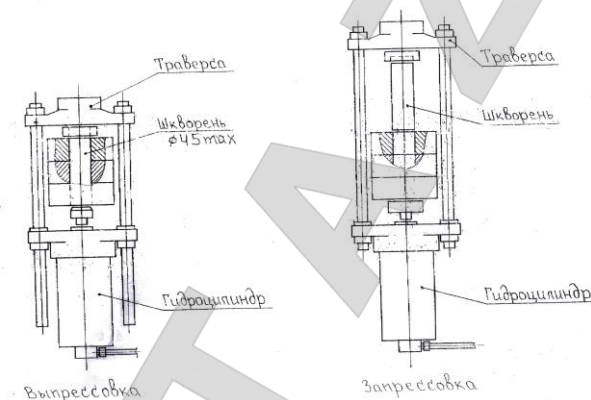

Рис.1
- 4.1 Съемник в сборе состоит: гидроцилиндра, стоек, траверсы, гаек, контргаяк, подводящего штуцера с шариковым клапаном, ручного плунжерного насоса рис.1